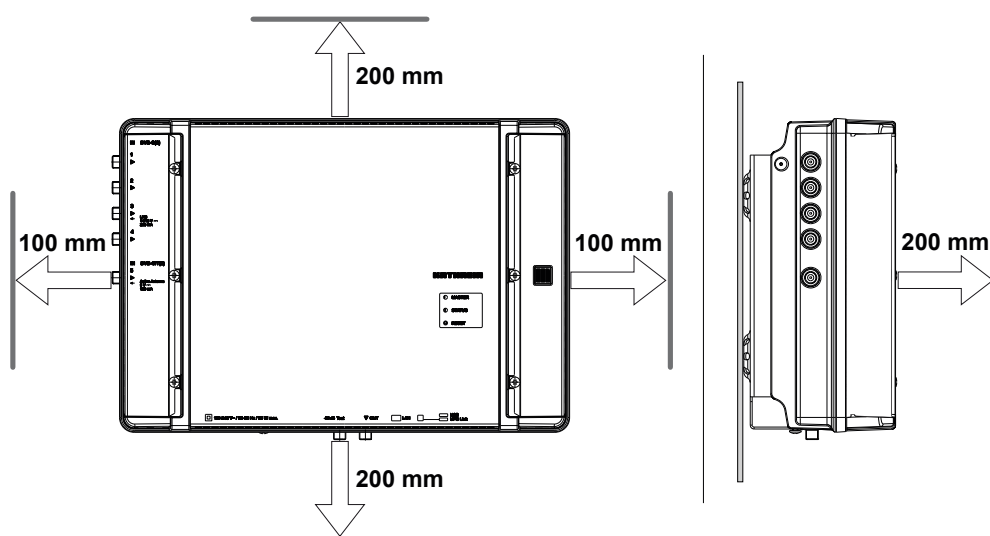

Fig. 2: Spazio libero necessario per la ventilazione
- Attorno all'apparecchio l'aria può circolare liberamente nello spazio libero illustrato in Fig. 2.